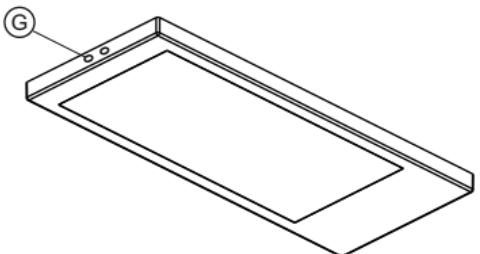

Fig 6
- **IR:** (fig.6) (IR SENSOR)
- Connect the feeder plug (E) to an AC outlet 230V 50/60Hz. **K-PAD IR** must be installed at a pre-set distance as indicated in the table (T1)
- To increase the **K-PAD IR** distance of intervention, it is possible to apply on the door in correspondence of the sensors, the reflective sticker (I) provided in the package.
- **IR** (fig.6) (IR sensor)
- Raccorder la fiche (E) du câble d'alimentation du transformateur à une prise de courant alternatif 230V 50/60Hz.
- Pour augmenter la distance d'intervention del **K-PAD IR**, il est possible d'appliquer sur la porte en correspondance des capteurs, le sticker réfléchissants (I) fournis dans le paquet.
- Conecte la clavija (E) del cable de alimentación del transformador a una toma de corriente alterna 230V 50/60Hz.
- Para aumentar la distancia de intervención de **K-PAD IR**, es posible aplicar en la puerta en correspondencia de los sensores el adhesivo reflectante (I) en el embalaje.